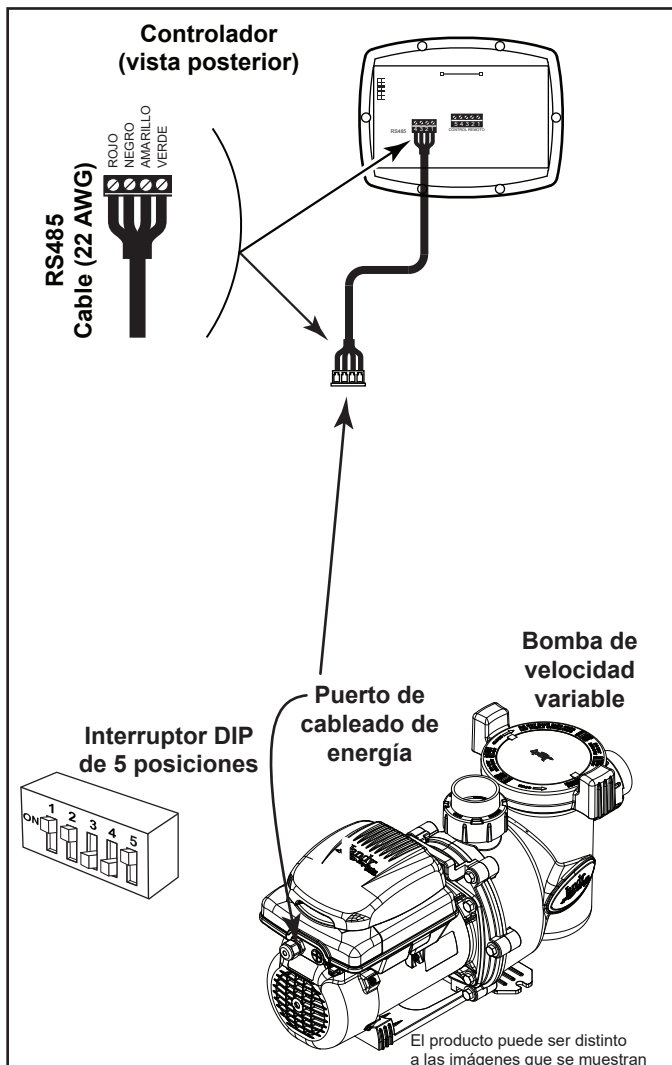

Figura 9. Cableado del controlador de velocidad variable (JEP-R)
4. Conecte los cuatro (4) cables del cable RS-485 al conector RS-485. Haga coincidir los colores de los cables con las posiciones del conector: 1- rojo, 2- negro, 3- amarillo y 4- verde. Consulte la Figura 9.
6. Deslice los interruptores DIP 1 y 2 hacia arriba para que estén en posición de ENCENDIDO y deslice los interruptores 3 y 4 hacia abajo para que estén en posición de APAGADO. Consulte la Figura 9.